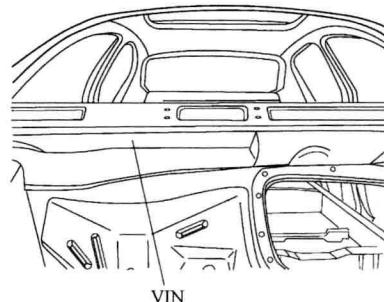

图 2-3 VIN 拓印钢印的位置
3) 发动机舱内乘客侧防火墙上，这也是 VIN 拓印钢印的位置，如图 2-3 所示。